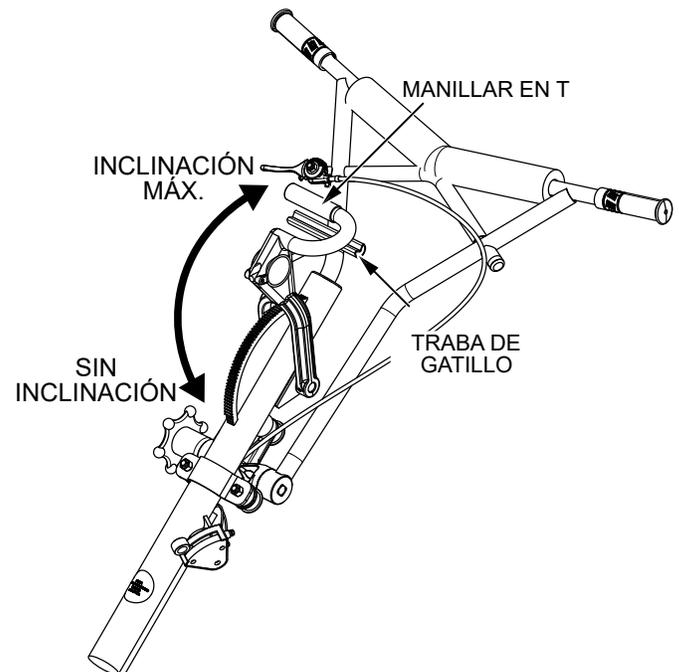

Figura 12. Ajuste del cable de inclinación de las hojas (manillar Quick Pitch™)
2. Para alisadoras equipadas con un manillar **Quick Pitch™**, apriete la traba del gatillo y empuje el manillar en T hacia el motor para destensar el cable de inclinación de las hojas. Vea la Figura 12.